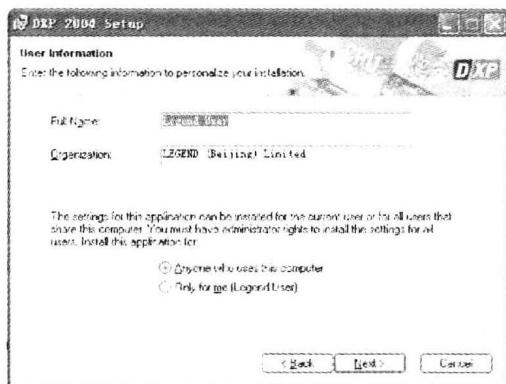

图 1-3 “用户信息”对话框
- 3) 在如图 1-3 所示的“用户信息”对话框中键入用户名和公司名称，单击 **Next >** 按钮，进入下一安装步骤。